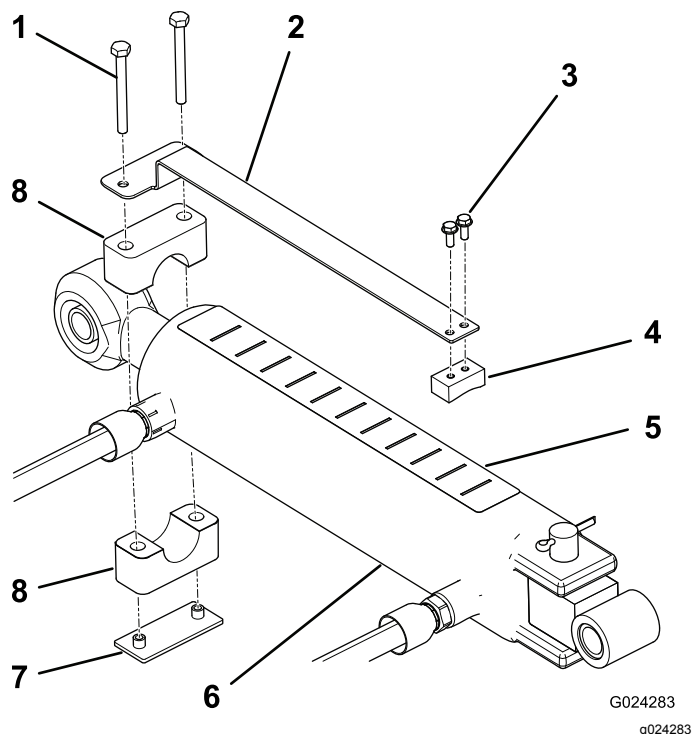

Рисунок 8
1. Закрепите глубиномер на плоской стороне сухаря двумя винтами с головкой под шлиц (№ 10 x ½ дюйма), расположив компоненты, как показано на Рисунок 8.
2. С помощью трубного зажима, сварной планки и 2 винтов на (¼ x 2½ дюйма) свободно закрепите глубиномер на ухе штока цилиндра верхней тяги (Рисунок 8). Убедитесь, что зажимы достаточно свободны, чтобы их можно было повернуть в требуемое положение.
4. Установите наклейку со шкалой глубины на верх цилиндра в таком месте, чтобы она была хорошо видна оператору и не закрывалась гидравлическими шлангами или другими помехами (Рисунок 8). Расположите наклейку так, чтобы символ «J» был направлен в сторону азратора.